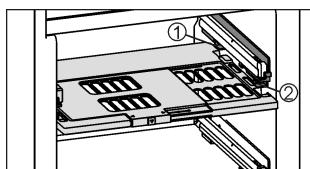

Fig. 7
- Introduire la plaque de régulation de l'humidité : insérer les travers du couvercle de la plaque par le bas dans le support arrière Fig. 7 (1) et encliquer devant dans le support Fig. 7 (2).